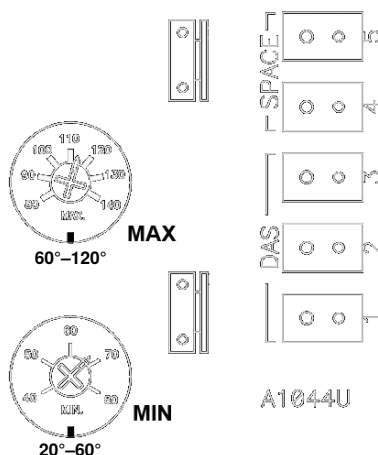

Figure 66. Étiquettes du cadran de température
- (1) Sélectionnez les étiquettes de plage de température incluses avec l'amplificateur et collez-les sous les cadrans de température comme suit et comme indiqué sur la Figure 66 : pour le capteur TS144C, changez l'étiquette **MIN** à **20°–60°** (pas de changement pour l'étiquette **MAX**) et pour le capteur TS144E, changez l'étiquette **MIN** à **20°–60°** et l'étiquette **MAX** à **60°–120°**.